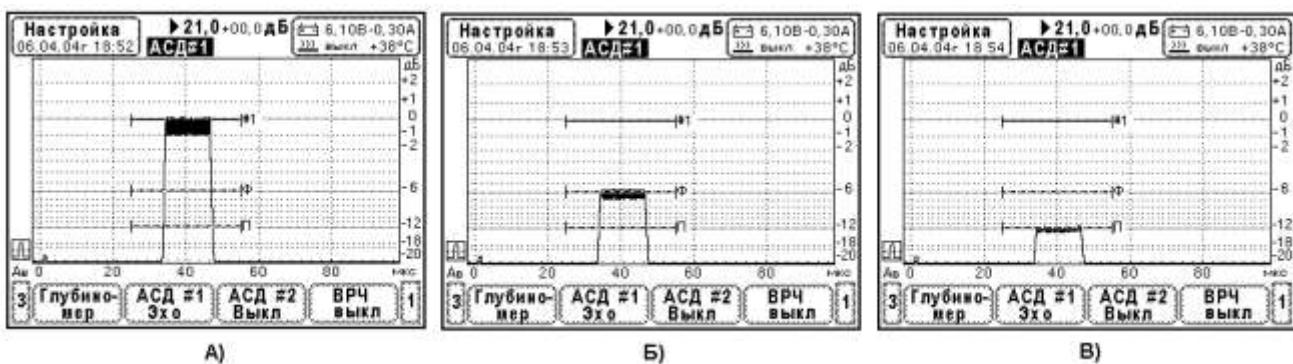

Рис. 10.6.9.1. Вид тест-сигнала на экране дефектоскопа при определении погрешности срабатывания порогового индикатора.
- Настройка системы АСД#1. В режиме «Настройка» выберите элемент главного меню «АСД#1» (внизу экрана). Затем в окне редактирования параметров выберите элемент меню «АСД#1», тогда открывается окно «Доп. параметры». Здесь установите уровень фиксации -6дБ и поисковый уровень -6дБ, включите световую и звуковую сигнализацию. Закройте окно «Доп. параметры». В окне редактирования установите режим «ЭХО». Далее установите браковочный уровень такой, чтобы линия «#1» находилась на разметке экрана 0дБ. Установите начало и ширину строба АСД#1 таким образом, чтобы захватывался тест-сигнал (Рис. 10.6.9.1.).
4. Определение погрешностей пороговых индикаторов АСД#1. Меняя ослабление аттенюатора ATT-90-0,1-95/2 найдите минимальную амплитуду тест-сигнала, при которой начинает срабатывать пороговый индикатор на браковочном уровне АСД#1. Зафиксируйте ослабление К1. Уменьшайте ослабление аттенюатора ATT-90-0,1-95/2 (тест-сигнал увеличивается) и найдите его амплитуду, для которой устойчиво обнаруживает тест-сигнал на браковочном уровне АСД#1 (Рис. 10.6.9.1.А). Зафиксируйте ослабление К2. Погрешность порогового индикатора АСД#1 определяют по формуле $\Delta K = K_1 - K_2$ [дБ]. Проведите аналогичные операции для определения погрешности порогового индикатора на на уровне фиксации «Ф» и поисковом уровне «П» АСД#1 (Рис. 10.6.9.1.Б, В).